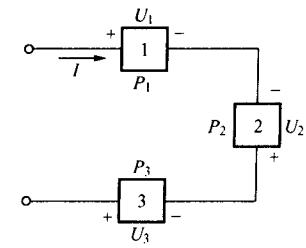

图1-8 例1-2电路
**【例1-2】** 图1-8所示为直流电路， $U_1 = -8\text{V}$ ， $U_2 = 4\text{V}$ ， $U_3 = -3\text{V}$ ， $I = 1\text{A}$ ，求各元件的功率  $P_1$ 、 $P_2$ 、 $P_3$ ，并求整个电路的功率  $P$ 。